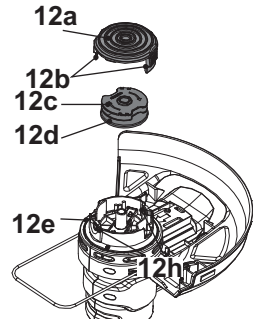

Fig. 25
3. Retire el carrete de corte (12c) de la carcasa (12e) (Fig. 25).